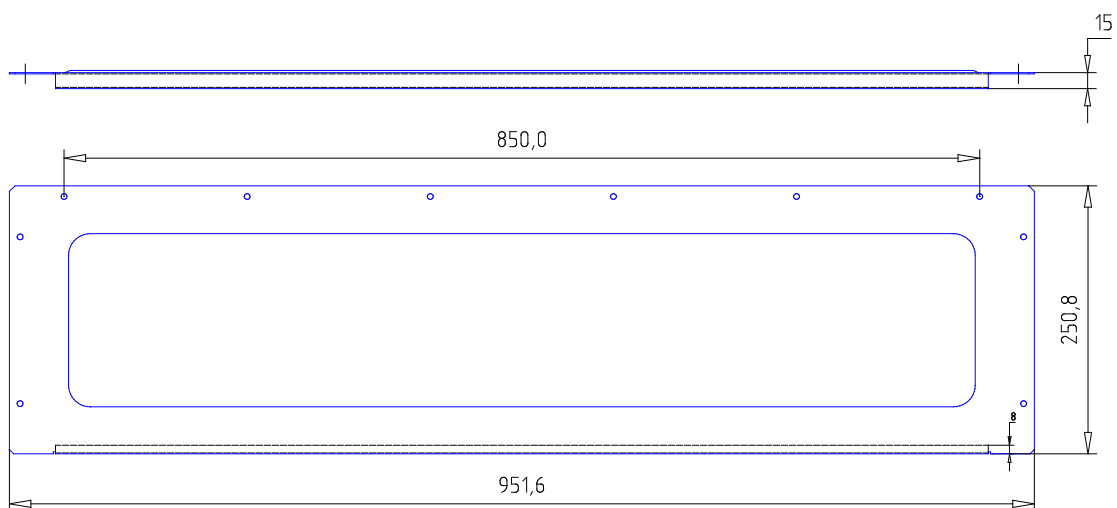
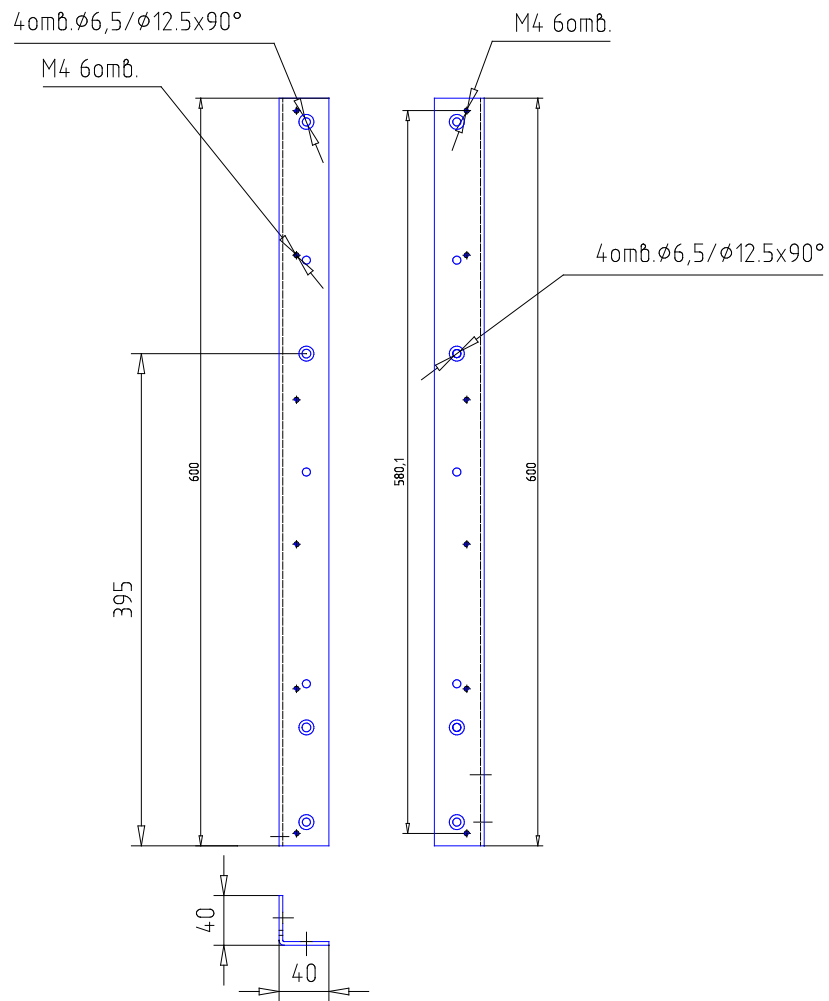
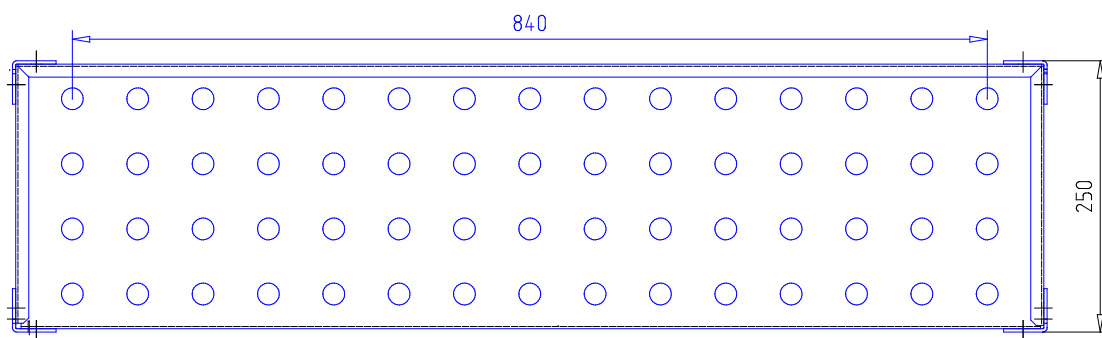

Рисунок 3.1 – Батарейный стеллаж Штиль MBS-01. Крышка верхняя
Рисунок 3.5 – Батарейный стеллаж Штиль MBS-01. Стойка задняя
Рисунок 3.6 – Батарейный стеллаж Штиль MBS-01. Полка
4.2 Соединить винтами М6*16 полки изделия (рисунок 3.6) со стойками задними (рисунок 3.5).
4.3 Соединить винтами М6*16 полки изделия (рисунок 3.6) со стойками передними (рисунок 3.3).
- 4.6 Закрепить винтами М4*6 верхнюю крышку изделия (рисунок 3.1) на стойках (рисунок 3.5 и 3.6)